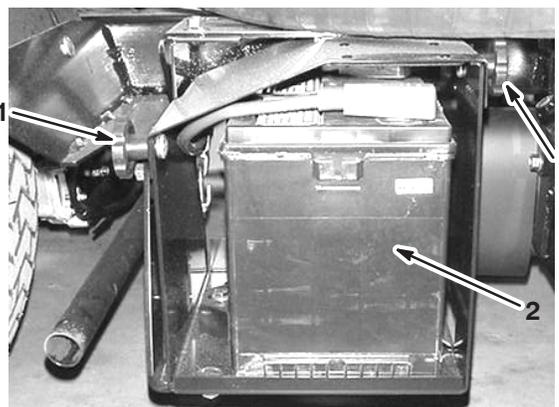

Figure 60
2. Desserrez les boutons sur les côtés du bac de la batterie et déposez le couvercle de la batterie (Fig. 60).
3. Retirez le dispositif de retenue et les fixations de la batterie (Fig. 60).
- Posez solidement le dispositif de retenue de la batterie avec les fixations retirées précédemment (Fig. 60).
- Posez le couvercle de la batterie et fixez-le à l'aide des 2 boutons (Fig. 60).
- Desserrez les boutons sur les côtés du bac de la batterie et déposez le couvercle de la batterie (Fig. 60).